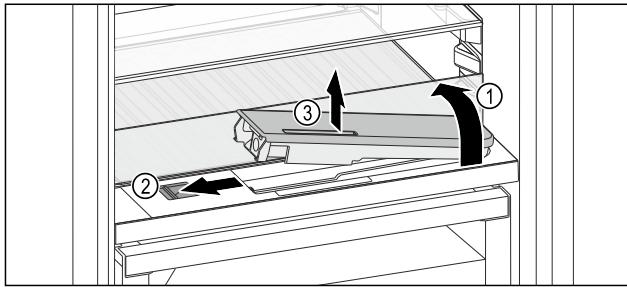

Fig. 116
- Glasplatte anheben und bis zum Anschlag nach hinten klappen Fig. 116 (1).
- Schieber Fig. 116 (2) nach links schieben.
- Wassertank entnehmen Fig. 116 (3).